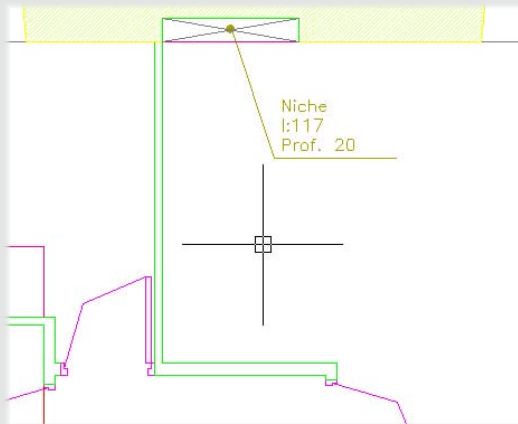

Figure 11
3. La Figure 11 montre le résultat qui est obtenu.